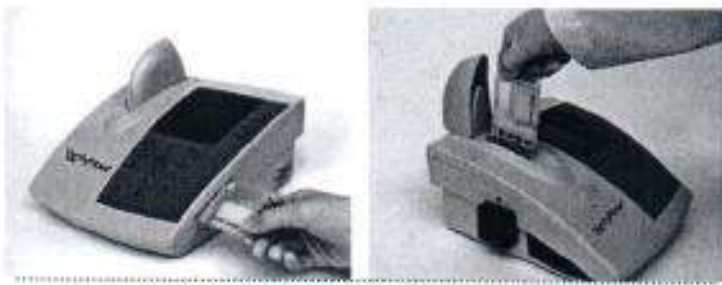

Figura 4-3 Insertar dispositivo
4. Remueva el dispositivo de EQC del compartimiento de almacenamiento ubicado al lado derecho del instrumento. Abra la cubierta y, utilizando el agarre dactilar, inserte el dispositivo de EQC en el puerto del dispositivo de prueba hasta que haga clic (Figura 4-3). El instrumento emitirá dos pitidos audibles. Cierre la cubierta del puerto de prueba.